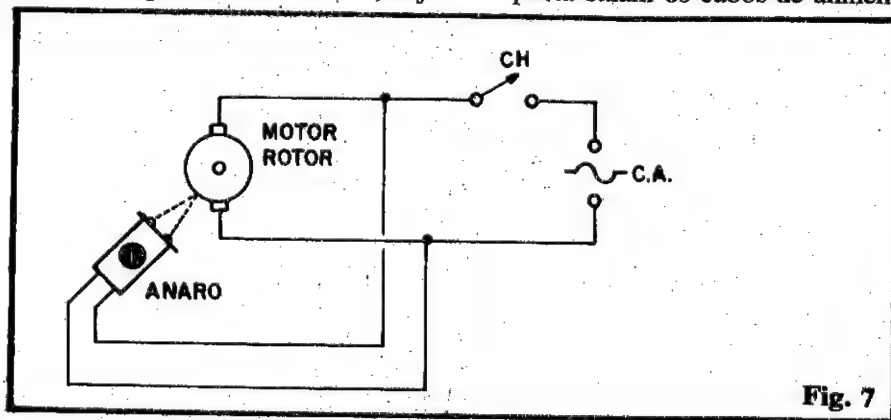

Fig. 7
- **FIG. 7 - A INSTALAÇÃO FINAL** - Como o circuito do ANARO inclui sua própria fonte de alimentação (110 ou 220V), o diagrama mostra como o sistema deve ser energizado, com o dispositivo simplesmente paralelo com o maquinário que vai monitorar... Se, por acaso, o maquinário trabalhar sob outras Tensões (que não 110 ou 220V C.A.), basta substituir o interruptor original CH por um do tipo **duplo**, que assim possa controlar, isoladamente, porém simultaneamente, o maquinário e o circuito do ANARO...
tação (para conexão à C.A., conforme fig. 7). Numa das faces mais amplas da caixa, pode ficar o sinalizador piezo (**buzzer**). "Sobrar" ainda muito espaço externo na caixa, para a eventual fixação de grampos, bráçadeiras, suportes, etc., destinados a facilitar seu posicionamento no "local de trabalho"... Conforme já deve ter ficado claro, o módulo sensor deve ser fixado "olhando" para a superfície de um rotor, polia, engrenagem, roldana, esteira, etc., cujo regime de giro ou mesmo "velocidade linear", se deseje monitorar... No caso de uma superfície rotativa, basta pintar uma faixa em cor contrastante (se a superfície for branca ou clara, uma faixa **preta** fosca; se a superfície for escura, uma faixa **branca**...), que promoverá o suficiente "degrau" ótico necessário ao sensoreamento reflexivo do ANARO... Já para monitorar - por exemplo - a velocidade de uma esteira ou linha de montagem móvel, basta pintar faixas contrastantes a intervalos **regulares**, ao longo de todo o percurso da citada esteira. Uma solução prática e rápida é usar-se fita adesiva, **branca** ou **preta** (dependendo do contraste necessário...) em vez de tinta, na marcação do **gap** ótico... Para uma ação efetiva, o módulo opto-sensor deve ficar em posição rigorosamente perpendicular à superfície móvel monitorada, guardando um afastamento mínimo (em torno de 1 cm., podendo, contudo, ir até uns 2 ou 3 cm.).
- **AJUSTE FINAL** - Tudo instalado e providenciado, basta acionar o conjunto maquinário/ANARO, via interruptor conjugado (fig. 7) e - inicialmente, levar o trim-pot da placa (47K) para um dos extremos - aquele que gerar o permanente disparo do sinal sonoro... Em seguida, já com o maquinário funcionando regularmente (e no giro nominal...), basta "retornar", lentamente, o ajuste do trim-pot, parando tal movimento no exato ponto em que o buzzer "se cala"... Nada mais será necessário, salvo a inspeção, de tempos em tempos, para verificar se as "janelas" do módulo ótico encontram-se desimpedidas, livres de pó ou sujeiras acumuladas normalmente num ambiente industrial...